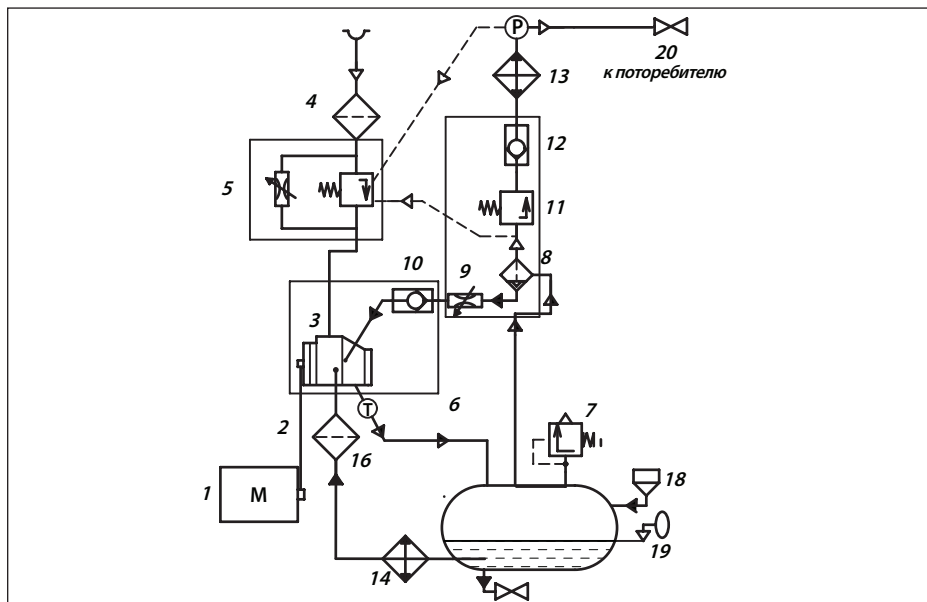

Рис. 2.3.1 Схема пневматическая F 05..F22.
2.4 Принцип действия (Смотри рис. 2.3.1 и 2.3.2)